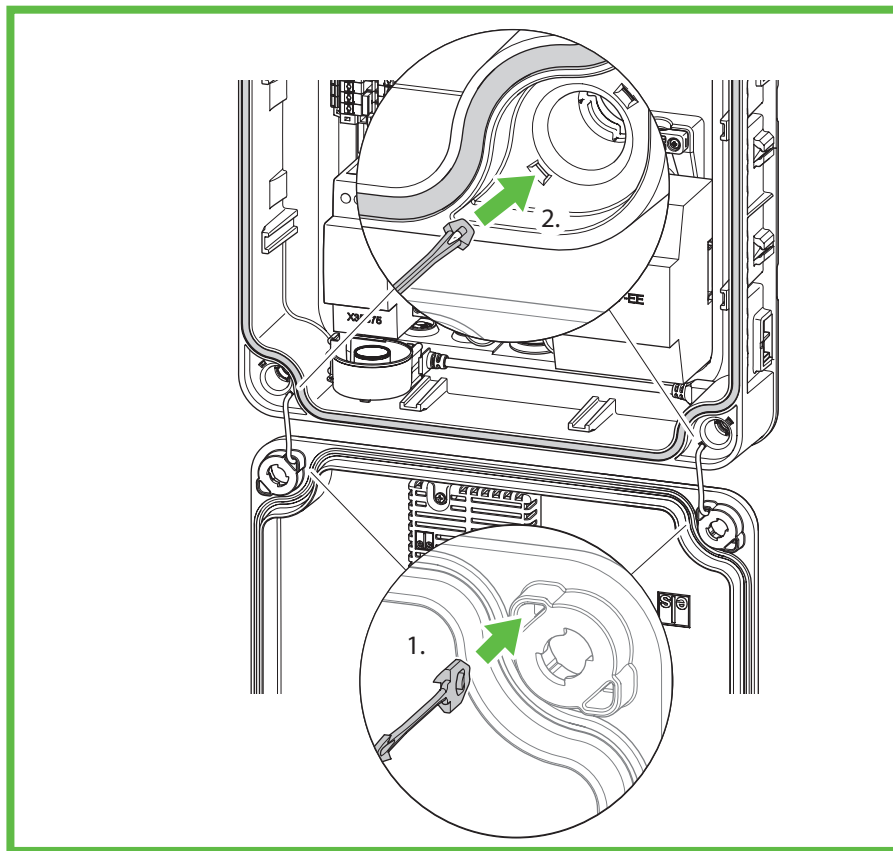

**Bild 21: Demontering av designlock**
- ▶ Lås upp designlocket med chippen (bild 21). För att göra det förs chippen in så långt det går i upplåsningöppningarna på baksidan.